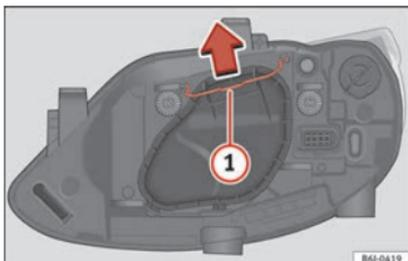

Fig. 176 Luz de cruce/carretera del faro simple.
- Desplace el tirante » fig. 176 ① en el sentido de la flecha y saque la tapa.